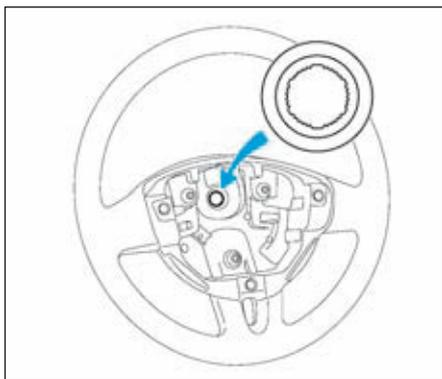

FIG.2
- Aligner les détrompeurs de la colonne de direction (Fig.2).